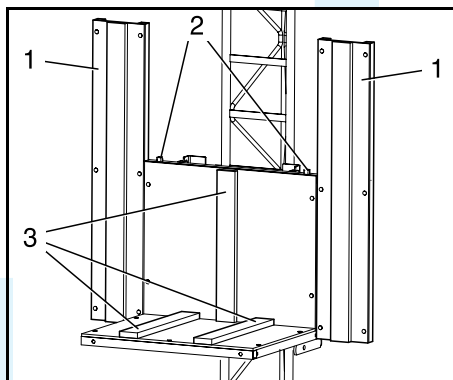

Bild 45 Solarpritsche anbauen
3. Moosgummistreifen (45/3), wie in Bild 45 dargestellt, an die Universalplattform ankleben.